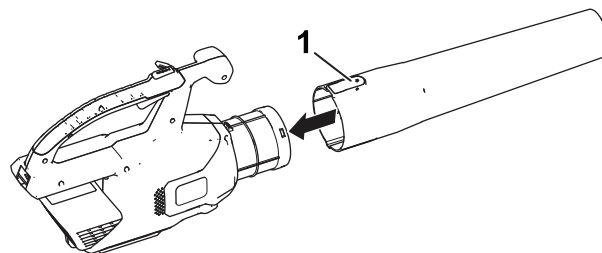

Figura 2
1. Deslice el tubo del soplador sobre la carcasa del soplador. Puede ser necesario presionar hacia abajo sobre la pestaña para que el tubo del soplador encaje en su sitio (Figura 2).